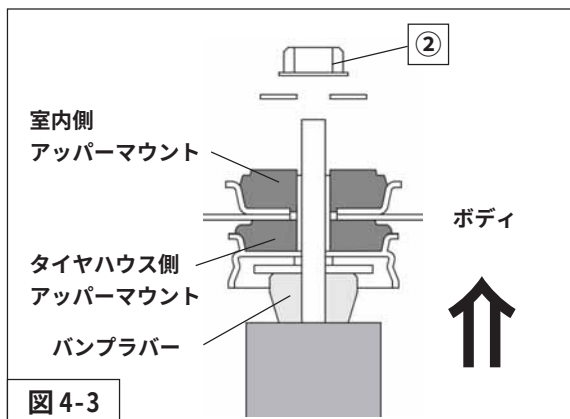

図 4-3
5. ジャッキをストロークさせ、タイヤハウス側アッパーマウントをバンブラバーで押し、シャフト先端を室内側アッパーマウントから出してください。（図 4-3）